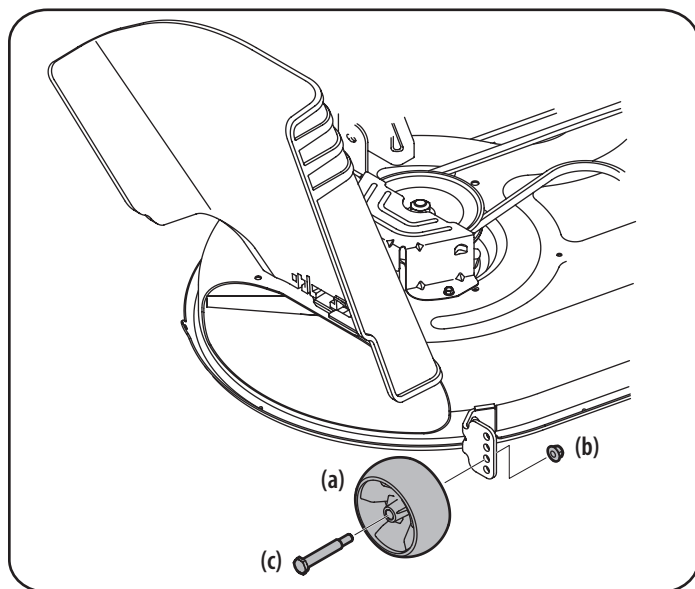

Figura 10
- b. Retire las ruedas de calibración delanteras y traseras (a) retirando las tuercas de sujeción (b) y los tornillos con reborde (c) que las sujetan a la plataforma. Consulte la Figura 10.